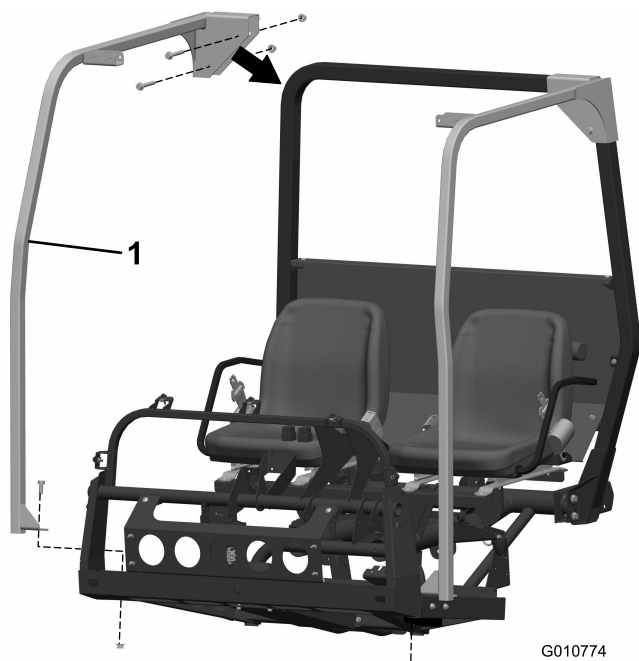

Figura 1
2. Retire os dois parafusos de cabeça flangeada e porcas flangeadas que prendem a coluna ROPS direita à barra de segurança (Figura 1).